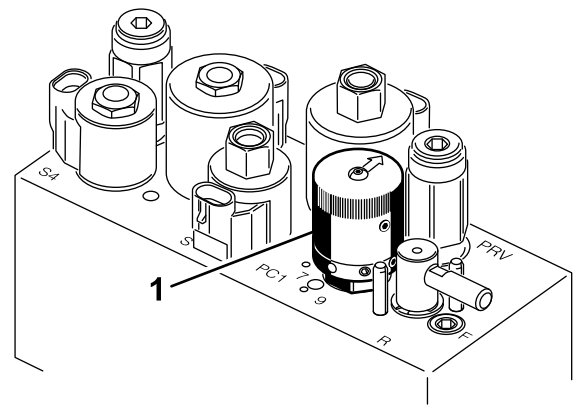

図 29
4. リールの速度を設定するには、ノブ（図 29）を回して、ノブの矢印を、所定の番号に合わせる。